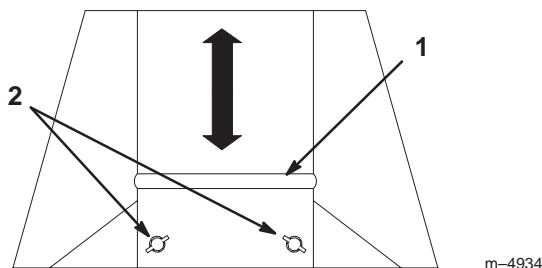

Figure 7
2. Desserrez les 2 écrous sur la plaque ; remontez la plaque si l'herbe est courte et sèche ou abaissez-la si l'herbe est longue et humide (Fig. 7). Resserrez les écrous.